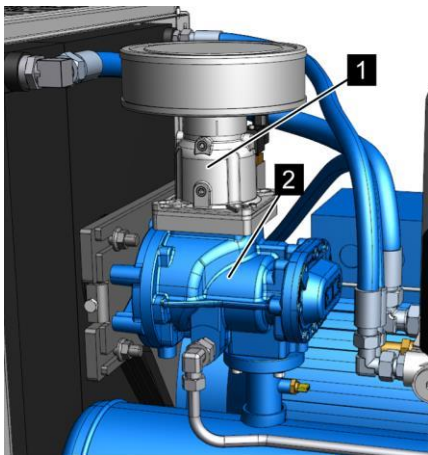

Рис. 29: Демонтаж регулятора впуска
1. Отверните крепежные винты регулятора впуска (Рис. 29/1) и извлеките их.
3. Залейте охлаждающую жидкость в ступень компрессора (Рис. 29/2).
5. Установите и закрутите крепежные винты регулятора впуска (Рис. 29/1) (☞ Приложение В «Моменты затяжки винтов» на странице 119).